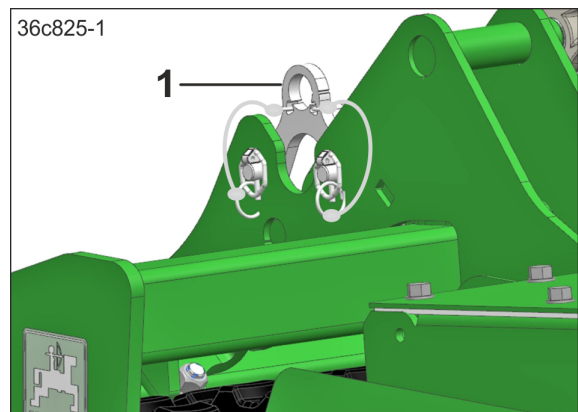

Рис. 140
14. Для хранения закрепите и зафиксируйте соединительные элементы (Рис. 140/1) на том же месте.